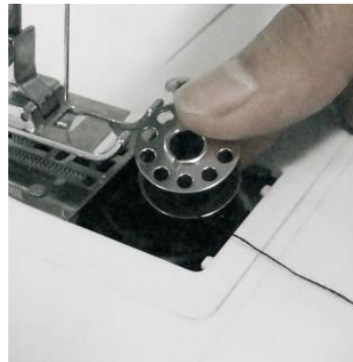

Abb. 8
- 2) Setzen Sie eine neue Spule in die Halterung, sodass der Faden im Uhrzeigersinn verläuft. Ziehen Sie 10 cm des Fadens heraus (Abb. 8).